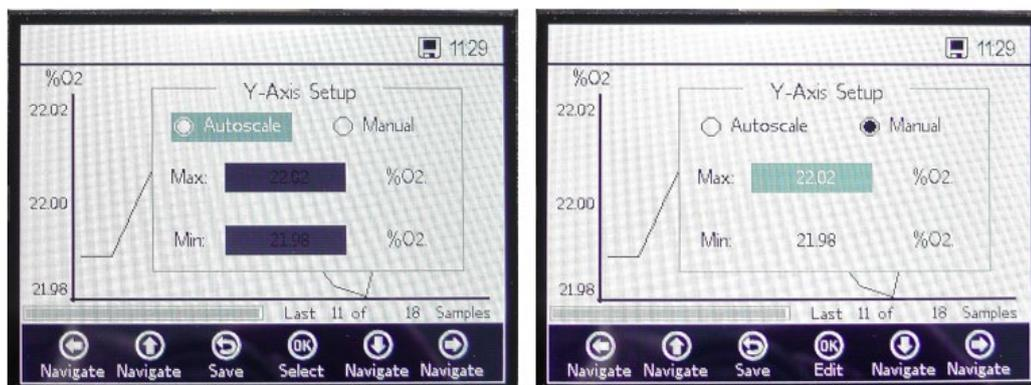

Figura 31. Configurazione dell'asse Y: impostazione Autoscale ...e Manual
2. Selezionare l'impostazione **Autoscale** o **Manual** per i valori massimo e minimo visualizzati sull'asse Y. Vedere Figura 31. L'opzione Autoscale imposta automaticamente i valori massimi e minimi in base ai valori di misura preimpostati.